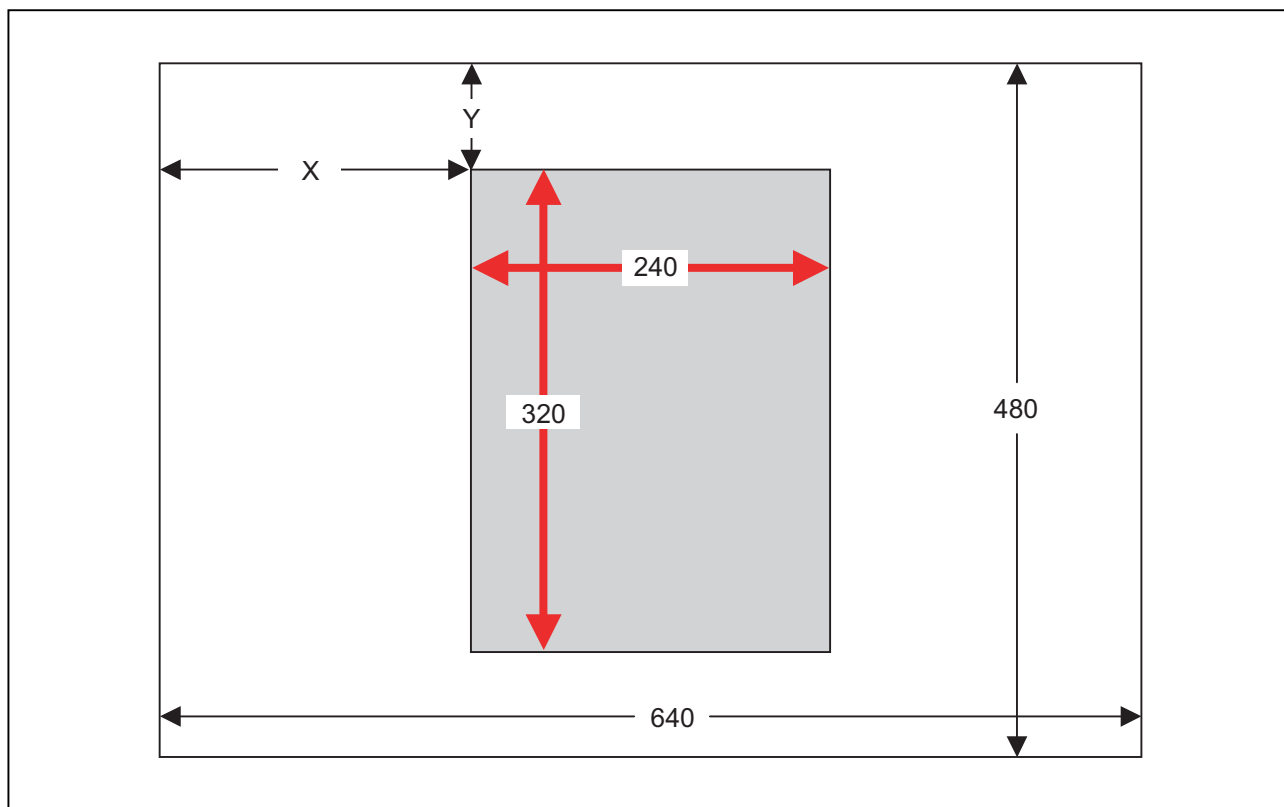

図 4.1.1 画像データ取り込み範囲
本参考プログラム例では、カメラ撮像画像の 1 フレーム (640×480 ドット) 中より図 4.1.1 に示す領域 (240×320 ドット) の画像を取り込みます。
- (1) DRI 初期化関数の呼び出し
- (2) 画像データを取り込む開始位置を設定
- ・図 4.1.1 での X 値を変数”usHsyncCtrlCnt”に、Y 値を変数”usVsyncCtrlCnt”に設定
- (3) DRI フレームデータ入力処理関数の呼び出し